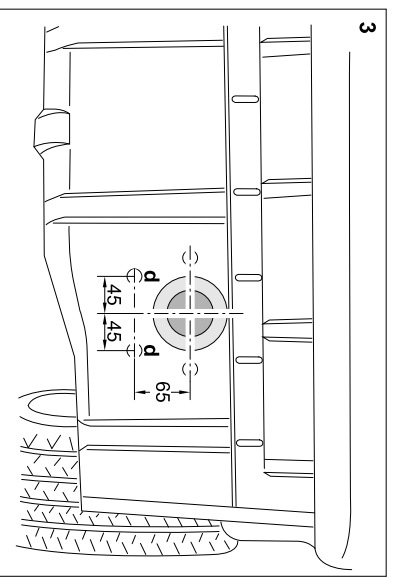

Bild 3: Borra hål i bakplåt höger sida och täta hålet
903 095 650 001 VPE Monteringsdelar inklusive bild 3
- 6.) Markera och borra 2 st 14 mm \varnothing hål position "d" se bild 3. Borsta bort borrarpan och rostskyddsbehandla hålen
- 7.) Torka rent bakplåten runt öppning till höger krockbalk och limma fast bifogad skumgummitätning runt hålet, se bild 3.